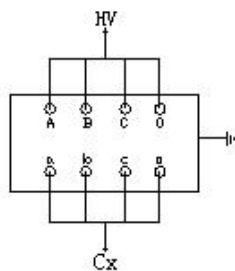

图 6-10 变压器正接法
- (1)：正接法、电压为 10KV、一次绕组对二次绕组、接线见图 6-10